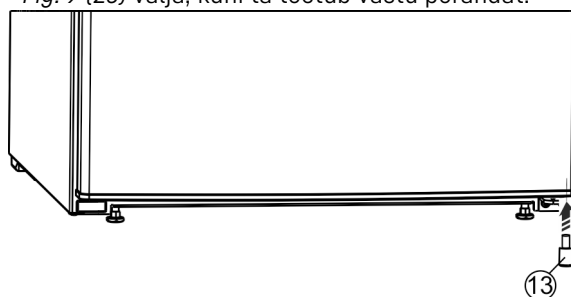

Fig. 11
- ▶ Pange distantsdetail Fig. 11 (13) all paremal ukse sisse tagasi, sest see on tähtis seadme seisustabiilsuse tagamiseks.